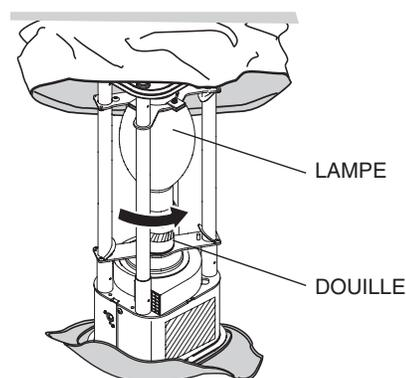

Figure 39. Installation d'une nouvelle lampe
6. Installer la lampe de rechange dans la douille de la lampe et faire tourner la lampe dans le sens horaire jusqu'à ce qu'elle s'arrête. Voir Figure 39.